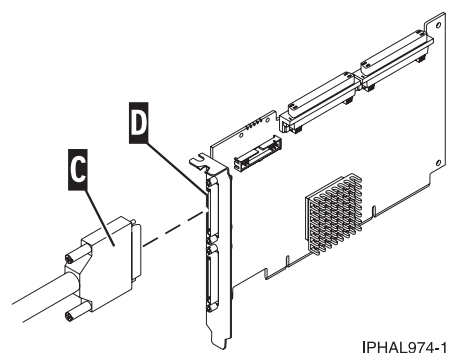

Figure 72. Câble SCSI relié à la carte d'interface SCSI
3. Branchez l'autre extrémité du câble SCSI C à la carte SCSI D du serveur. Pour plus d'informations, voir figure 72.